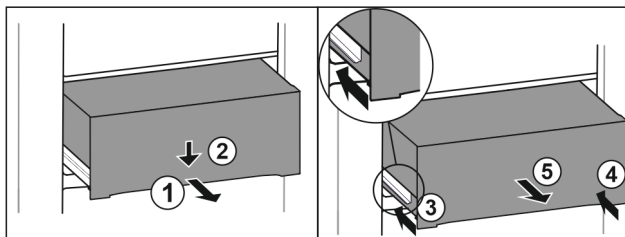

Fig. 176
- ▶ Zásuvku napůl vytáhněte. Fig. 176 (1)
- ▶ Stlačte zásuvku na přední straně dolů. Fig. 176 (2)
- ▶ Zasuňte levou kolejničku přibližně do 2 cm. Fig. 176 (3)
- ▶ Zasuňte pravou kolejničku přibližně do 2 cm. Fig. 176 (4)
- ▶ Vyjměte zásuvku dopředu. Fig. 176 (5)